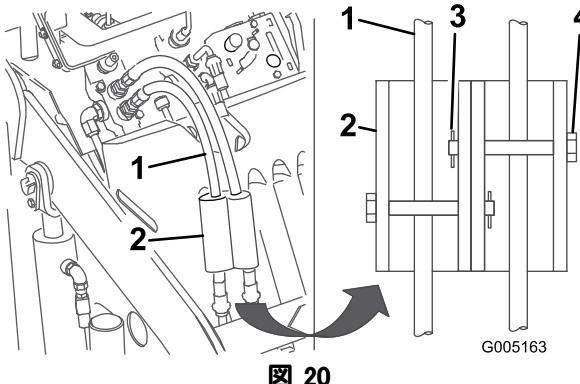

図 20
7. シリンダロックを油圧ホースに取り付けて、クレビスピンとコッターピンで固定する（図 20）。